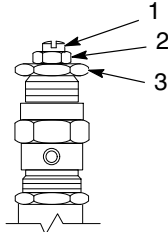

Figura 12: Microregolazione di un modulo ClassicBlue a cavità zero
2. Vedi figura 12. Allentare il dado di bloccaggio.